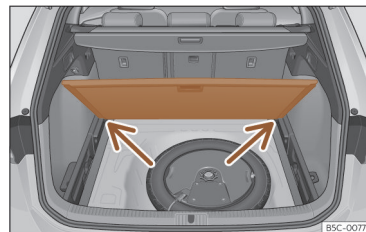

Fig. 180 Suelo variable del maletero: posición inclinada.
- Apoye el piso sobre los alojamientos previstos para tal uso >>> fig. 180 (flechas).